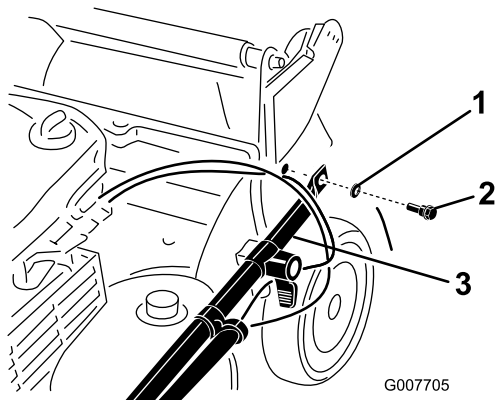

Bild 3
2. Befestigen Sie die Griffenden mit zwei Scheiben und zwei Griffschrauben am Mähergehäuse (Bild 3), ziehen Sie die Griffschrauben nicht fest.
Wichtig: Verlegen Sie die Kabel zur Außenseite des Griffs (Bild 3).